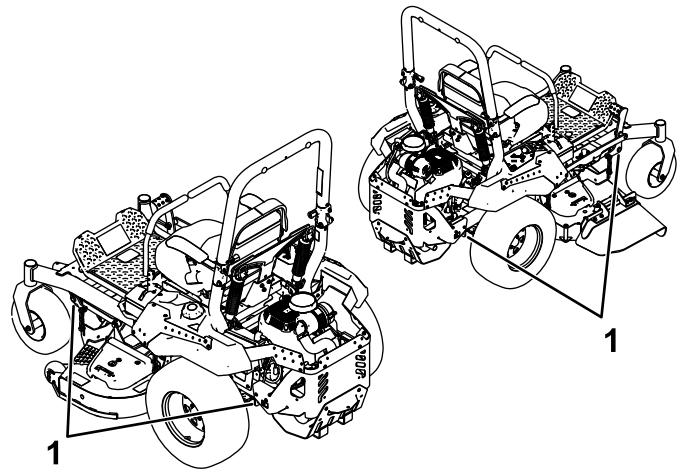

Рисунок 36
6. Прив'яжіть пристрій біля передніх коліс та задньої рами ременем, ланцюгами, тросом або канатами (Рисунок 36). Див. місцеві норми та вимоги щодо прив'язки.